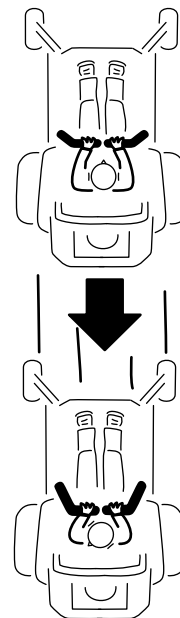

Figura 24
2. Para andar para trás, puxe as alavancas de controlo do movimento para trás (Figura 24).